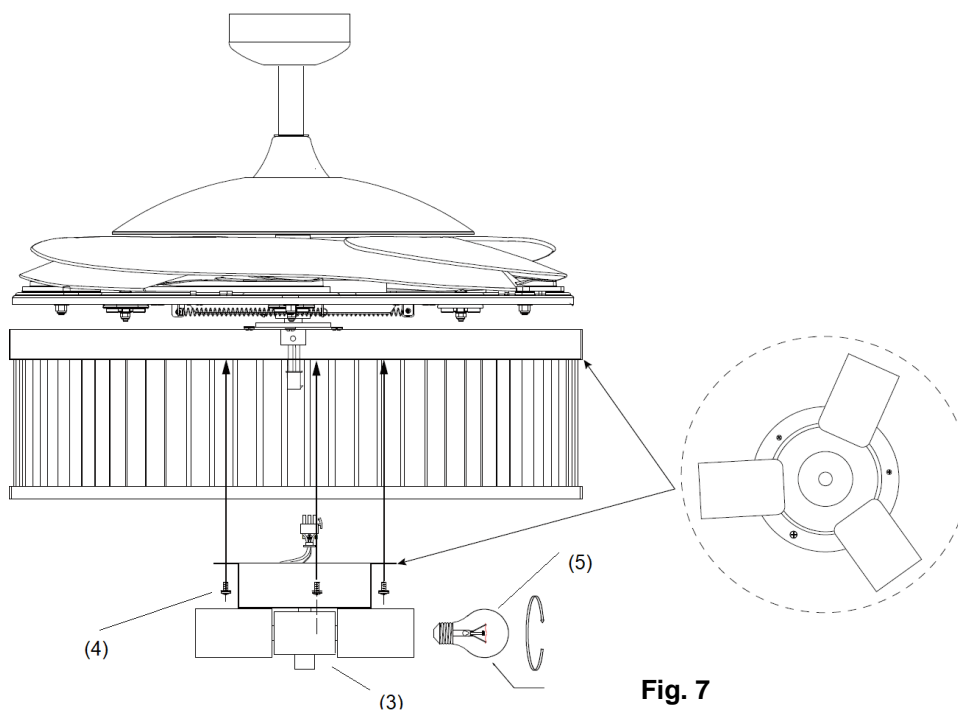

Fig. 7
4. Collegare il connettore rapido al portalampada (3) (Fig. 7).
5. Fissare il portalampada (3) alla staffa del kit luce serrando le 3 viti (4). Non avvitarle eccessivamente.
6. Installare le lampadine (5) sul portalampada. Non superare la potenza in ingresso massima.